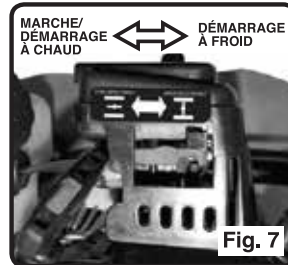

Fig. 7
3. Placer le levier d'étranglement en position « Démarrage à froid » (voir fig. 7).
7. Après le démarrage et la mise en marche du moteur pendant 10-15 secondes, placer le levier du démarreur en position « Marche/Démarrage à chaud » (voir fig. 7).
3. Placer le levier d'étranglement en position « Marche/Démarrage à chaud » (voir fig. 7).